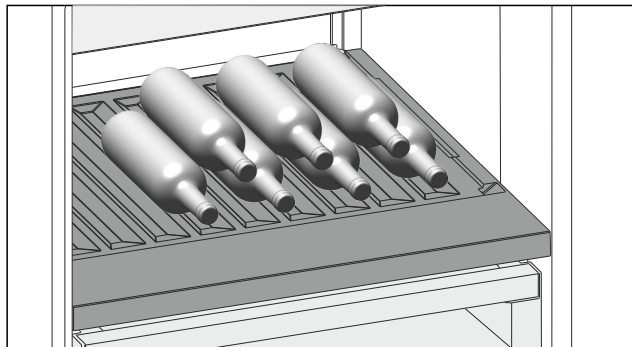

Fig. 107 Beispielhafte Darstellung
- ▶ Flaschen mit dem Boden nach hinten zur Rückwand einlegen. (siehe *Fig. 107*)